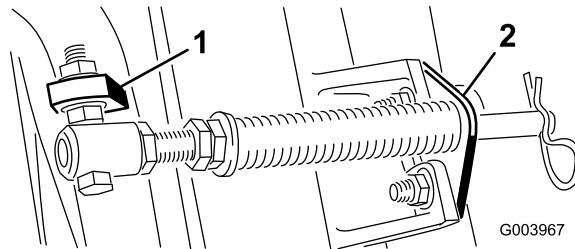
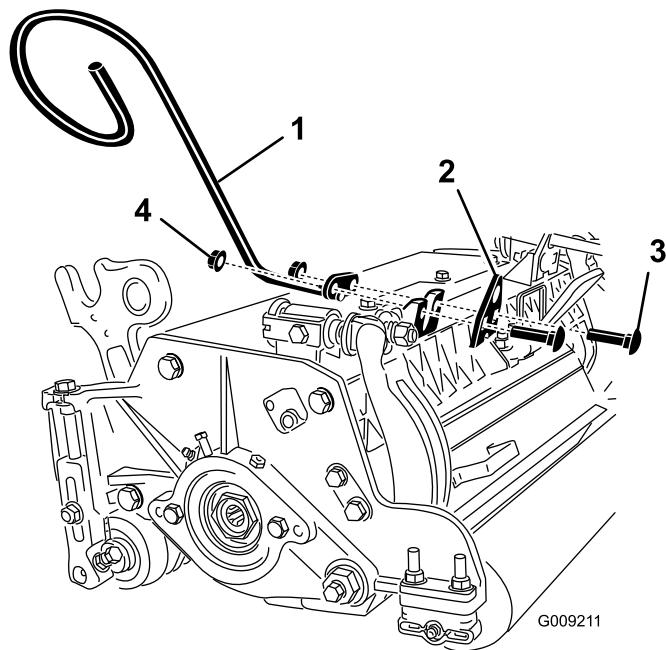

Figure 6
Figure 7
C. Montez la vis du tube de ressort sur la patte opposée du bâti porteur et fixez-la en position avec l'écrou à embase. La tête de la vis doit être à l'extérieur de la patte, comme illustré à la Figure 6.
D. Montez le support de tige sur les pattes du plateau de coupe à l'aide des boulons de carrossier et des écrous (Figure 6). De plus, sur le plateau de coupe N° 4, montez le guide de flexible gauche devant les pattes du plateau quand vous remontez le support de tige (Figure 7).